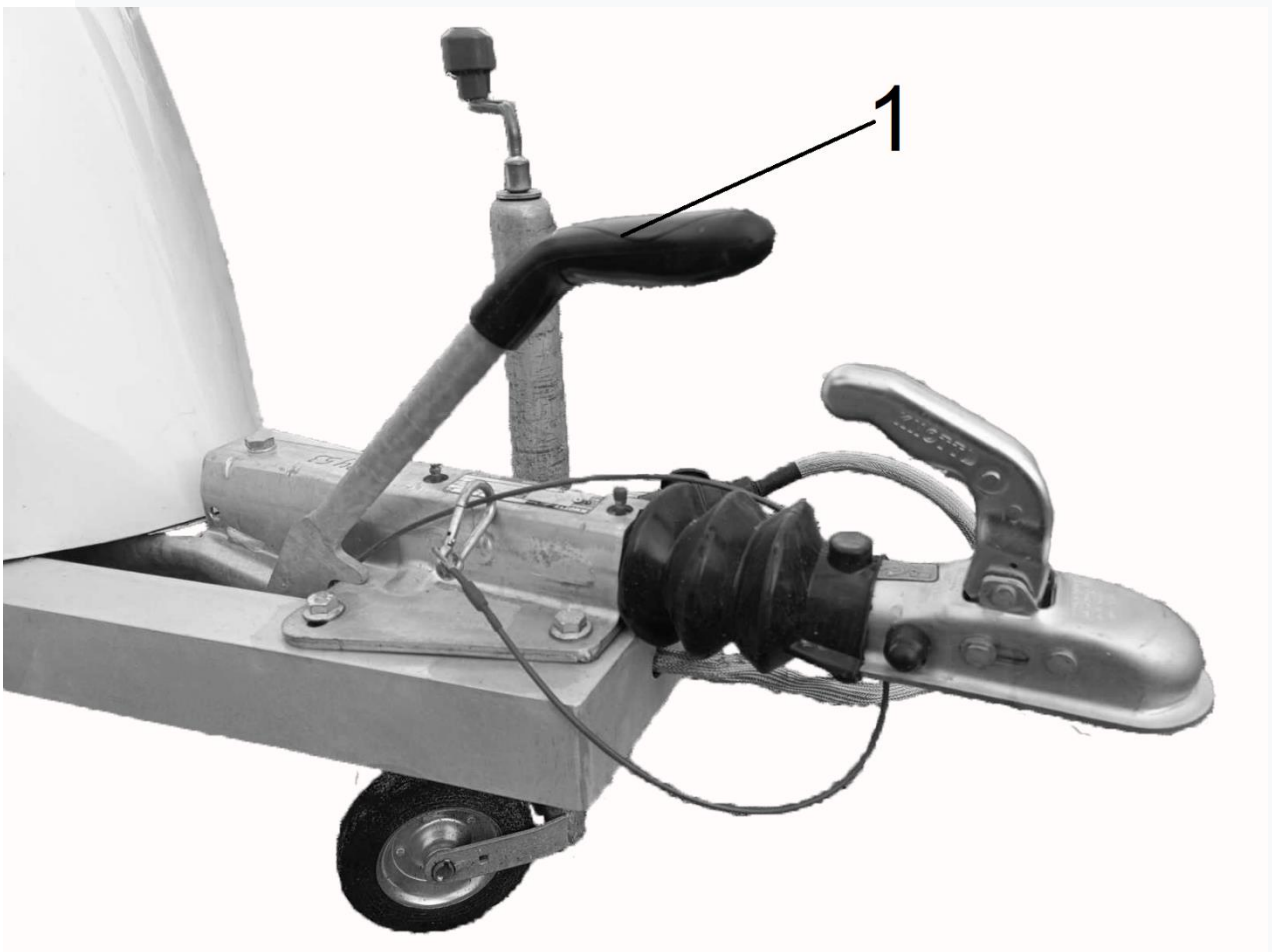

Рис.4.13 – Ручне гальмо
1) Підняти важіль ручного гальма(1) вгору (рис. 4.13).